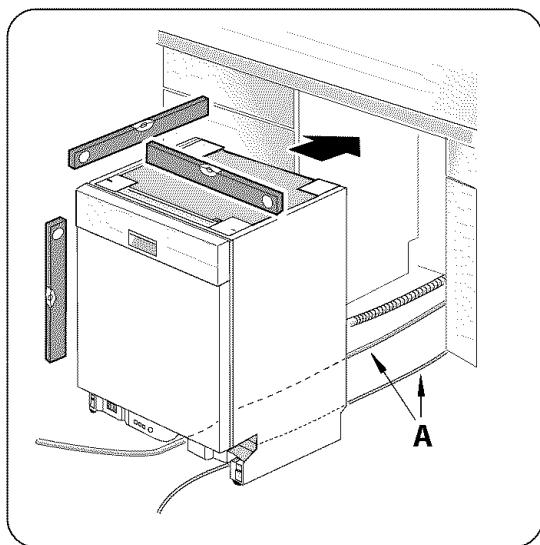
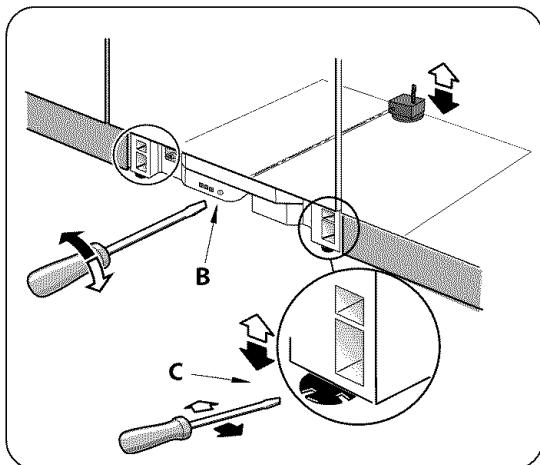
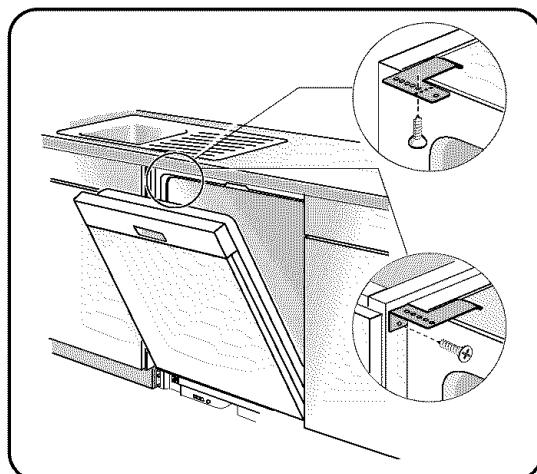

Figure 19/Ilus. 19
Figure 20/Illus. 20
Figure 21/Illus. 21
- 2) Position the dishwasher close enough to the enclosure so that you can run the dishwasher drain hose to the under sink drain connection. Make certain that the hot water supply line and the electrical supply cable are in their channels under the dishwasher base, as shown in Figure 19, letter A.
- 4) Perform a level check as shown in Figure 19. Adjust the rear leveler by turning the center screw at the front of the dishwasher, as shown in Figure 20, letter B. Turning the screw clockwise raises the rear of the dishwasher. Adjust the front levelers by turning them with a screwdriver, as shown in Figure 20, letter C. Turning the levelers to the right raises the dishwasher. If additional height is needed, shims may be added under the leveler feet.
Drive the mounting screws through the holes in the mounting brackets, as shown in Figure 20, letter A for Top Mount, or as shown in Figure 21, letter B for Side mount.
- 2) Positionner le lave-vaisselle assez près de l'ouverture pour acheminer le tuyau de vidange à la connexion du drain d'évier. S'assurer que la canalisation en eau haute et le câble électrique sont dans leurs rainures sous la base de l'appareil comme à la figure 19, lettre A.
- 4) Vérifier le niveau comme à la figure 19. Réglér le pied nivelleur arrière en tournant la vis centrale devant le lave-vaisselle comme à la figure 20, lettre B. Tourner dans le sens horaire pour éléver l'arrière de l'appareil. Réglér les pieds niveleurs avant avec un tournevis comme à la figure 20, lettre C. Tourner vers la droite pour soulever. Si une hauteur additionnelle est nécessaire, il faudra peut-être des cales sous le pied nivelleur.
Insérer les vis de fixation par les trous dans la finxation comme à la figure 20, lettre A pour la fixation supérieure ou à la figure 21, lettre B pour la fixation latérale.
- 2) Acomode la lavadora tan cerca del gabinete como para poder conectar la manguera de desagüe de la lavadora a la conexión de evacuación debajo del fregador. Asegúrese de que el tubo de agua caliente y el cable eléctrico estén puestos en sus canales respectivos bajo la base de la lavadora, tal como indican las flechas A en la Ilustración 19.
- 4) Revise el nivel como muestra la Ilustración 19. Ajuste el nivelador trasero por medio de darle vuelta al tornillo del centro en la cara frontal de la lavadora, tal como indica la flecha B en la Ilustración 20. La parte trasera de la lavadora se eleva a medida que se gire el tornillo en el sentido del reloj. Ajuste los niveladores de frente por medio de darles vuelta con un destornillador, tal como indica la flecha C en la Ilustración 20. La lavadora se eleva a medida que los niveladores giran hacia la derecha. Si la lavadora debe elevarse aún más, introduzca calces debajo de los pies de los niveladores.
Introduzca los tornillos de montaje a través de los hoyos en los soportes de montaje, tal como indica la letra A en la Ilustración 21, para realizar el montaje superior; o según lo que indica la letra B en la misma ilustración para realizar el montaje lateral.